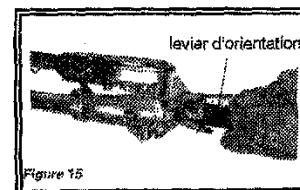

Figure 15
1. Maintenir la machine par la poignée avant, près du protecteur de main. De l'autre main, saisir le levier d'orientation du dispositif de coupe (figure 15).